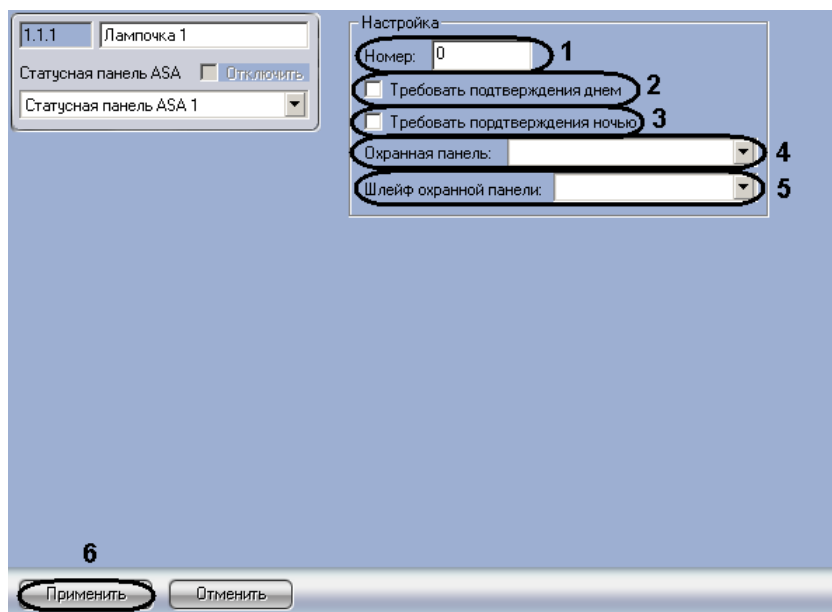

Рис. 3.5-8 Панель настроек объекта Лампочка
1. Перейти на панель настроек объекта **Лампочка** (Рис. 3.5-8).
2. В поле **Номер**: необходимо ввести порядковый номер датчика (см. Рис. 3.5-8, 1).
3. Если требуется днем подтверждать тревогу необходимо установить флажок **Требовать подтверждения днем** (см. Рис. 3.5-8, 2).
4. Если требуется ночью подтверждать тревогу необходимо установить флажок **Требовать подтверждения ночью** (см. Рис. 3.5-8, 3).
5. Выбрать охранную панель, к которой относится данный датчик, из соответствующего раскрывающегося списка (см. Рис. 3.5-8, 4).
6. Выбрать шлейф охранной панели, к которому относится данный датчик, из соответствующего раскрывающегося списка (см. Рис. 3.5-8, 5).